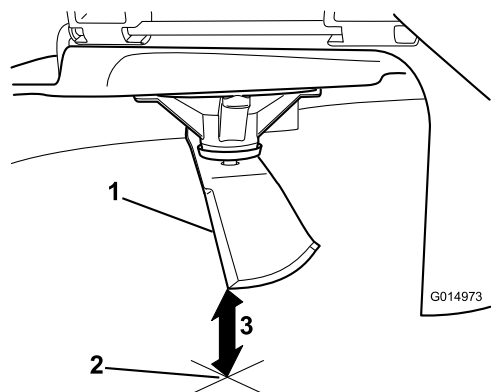

Figura 75
5. Măsurai de la vârful lamei până la suprafața plană (**Figura 75**).